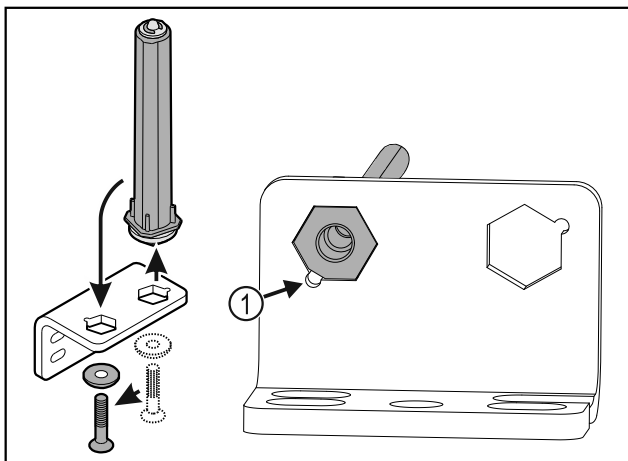

Fig. 15
- ▶ Darauf achten, dass beim Einsetzen die Bolzenabschrägung Fig. 15 (1) zum runden Loch zeigt.